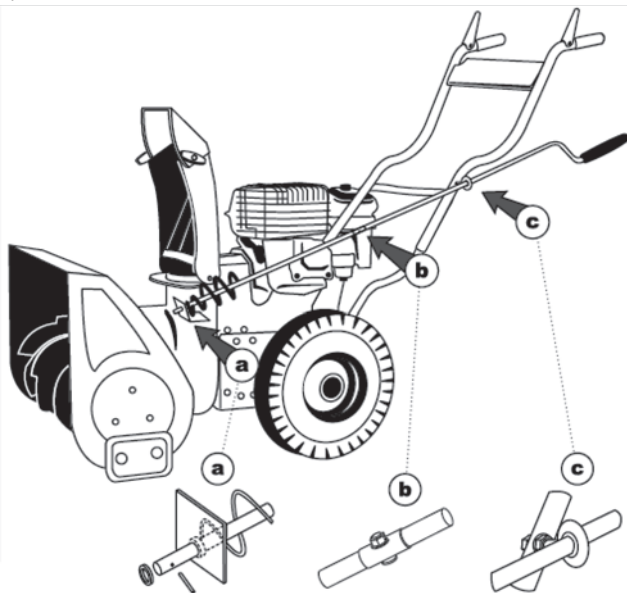

Рис. 7
6. Установите нижнюю часть рычага поворотного желоба и зафиксируйте шплинтом (а), проденьте верхнюю часть рычага в кронштейн, установленный на рукоятке (с), и соедините с нижней частью с помощью болта (b) (Рис. 7).